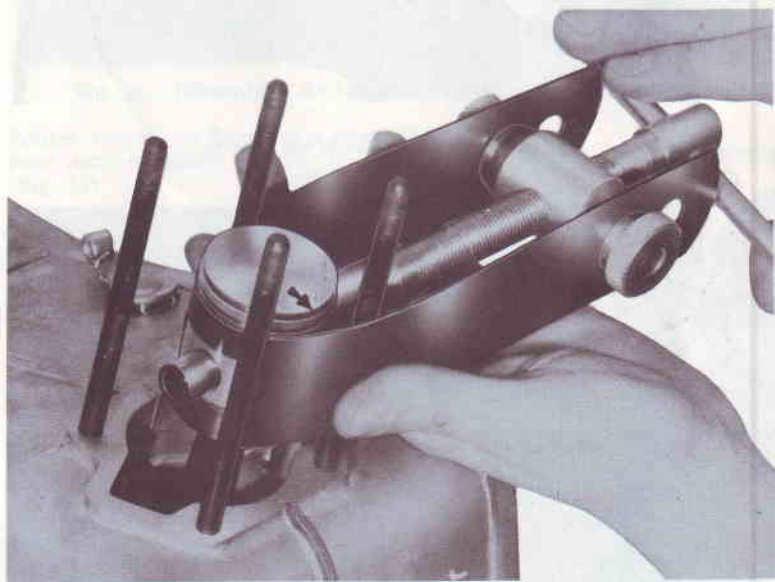

Fig. 11 - Démontage de l'axe du piston
- Avec l'« extracteur de l'axe du piston » n. 000507500, (Fig. 11) extraire l'axe. Le piston se trouve séparé de la bielle sans être obligé de sortir complètement l'axe.